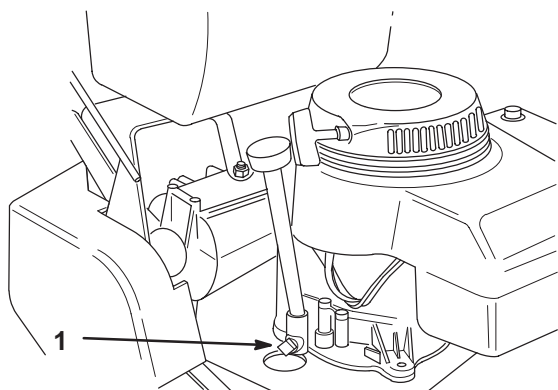

Figure 26
3. Placez un bac de vidange sous l'orifice de vidange. Enlevez le bouchon de vidange (Fig. 26).